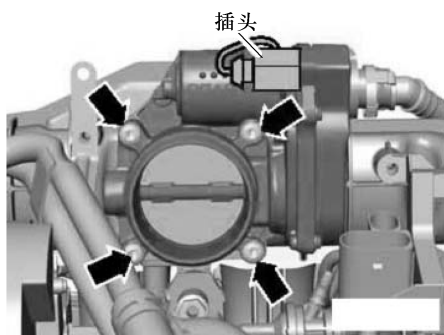

图 2-4-5 拆卸节气门控制单元
- 2) 拔下节气门控制单元的插接器, 旋出螺钉(见箭头处)并取下节气门控制单元, 如图 2-4-5 所示。